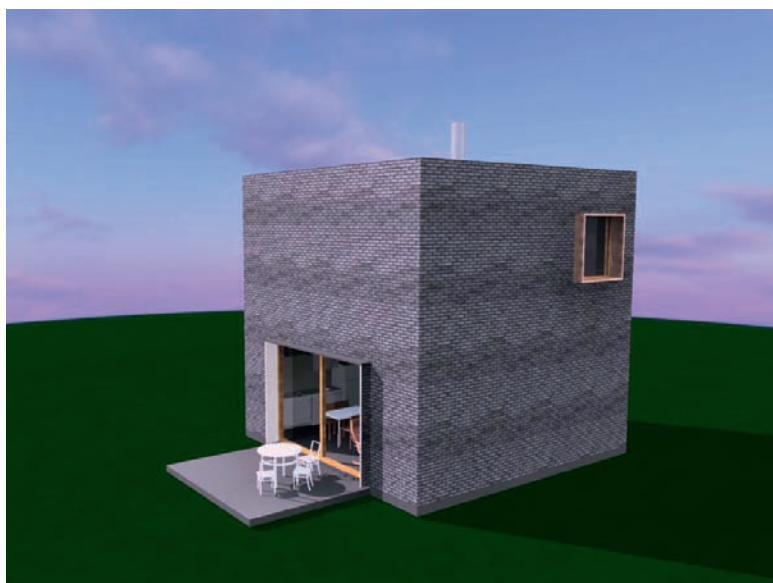

Рис. 5. Коттедж «Normandy»
4. «Normandy» — жилой двухэтажный коттедж, в качестве прототипа для которого был выбран дом, построенный в Нормандии. На этом проекте было уделено внимание дизайну интерьера, для чего использовались каталог Архитектурно-строительные элементы и приложение Artisan Rendering (рис. 5, 6).